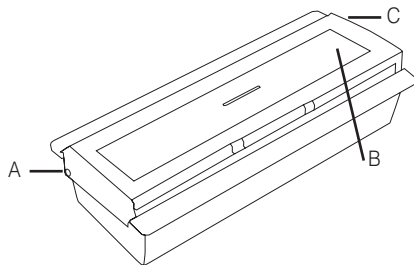

Abbildung 1: Türklingeltaster
- Stellen Sie den Türklingeltaster so auf eine Arbeitsfläche, dass sich die beiden Drehachsen der durchsichtigen Plastikfront (Abb.1 A und C) hinten befinden.
- b) Drücken Sie nun auf der linken Seite vorsichtig mit einem spitzen Gegenstand (z.B. Kugelschreiber) auf den kleinen Stift (Abb.1 A).
- c) Jetzt sollte sich die durchsichtige Plastikfront links (Abb.1 A) hochschieben und dann abnehmen lassen.
- d) Nun können Sie die kleine Schraube (Abb.1 B) mit einem kleinen Kreuzschlitz-Schraubendreher öffnen und die Vorderseite des Türklingeltasters, hinter der sich die Platine mit der Batterie befindet, abnehmen.
- b) Achten Sie vor dem Zusammensetzen darauf, dass die kleine Schraube (Abb.1 B) an der richtigen Stelle greifen kann. Gegebenenfalls drehen Sie ein Gehäuseteil um 180°.